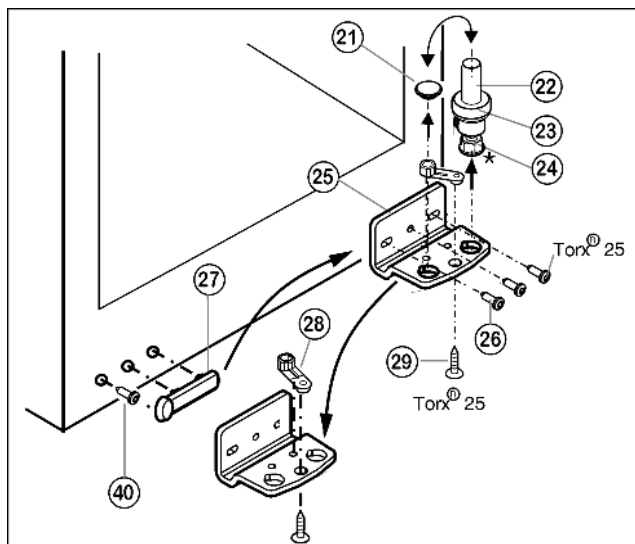

Fig. 5
- ▶ Trzpień zawiasu Fig. 5 (22) kompletny, z podkładką Fig. 5 (23) i nóżką* Fig. 5 (24), wyciągnąć do góry.
- ▶ Unieść zatyczki Fig. 5 (21).
- ▶ Odkręcić Fig. 5 (25) płytkę zawiasu Fig. 5 (26).
- ▶ Odkręcić element zawiasu Fig. 5 (28) Fig. 5 (29), przełożyć do przeciwległego otworu zawiasu i tam dokręcić.
- ▶ Osłonkę po stronie uchwyty Fig. 5 (27) ostrożnie zdjąć, wykręcić śrubę Fig. 5 (40) i oba elementy przełożyć na przeciwległą stronę.
- ▶ Przykręcić mocnopłytkę zawiasu Fig. 5 (25) na nowej stronie (z siłą 4 Nm), w razie potrzeby za pomocą wkrętarki akumulatorowej.
- ▶ Zatyczki Fig. 5 (21) ponownie włożyć do innego otworu.
- ▶ Trzpień zawiasu Fig. 5 (22) kompletny, z podkładką i nóżką* włożyć ponownie. Przy tym zwrócić uwagę, by krzywka zatrzaskowa wskazywała do tyłu.
- ▶ Założyć drzwi od góry na dolny sworzeń zawiasu Fig. 5 (22).
- ▶ Korzystając ew. z obu podłużnych otworów w dolnej płytce zawiasu Fig. 5 (25) ustawić drzwi w jednej linii z obudową urządzenia. W tym celu wykręcić środkową śrubę.